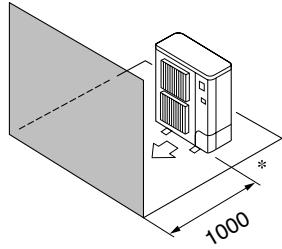

Fig. 2-5
④ Alleen obstakels aan de voorzijde (Fig. 2-5)